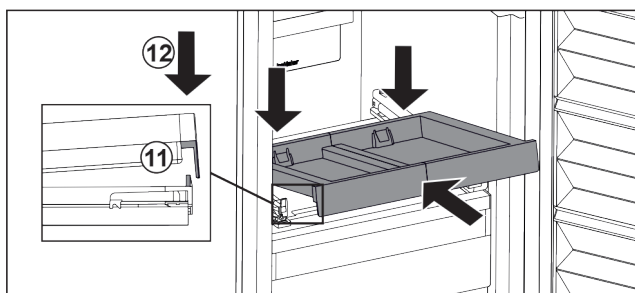

Fig. 173
- Вставити навкоси. Звертайте увагу, щоб з обох боків упор був за накладкою. Fig. 173 (11)
- Витяжну панель опустити спереду. Fig. 173 (12)